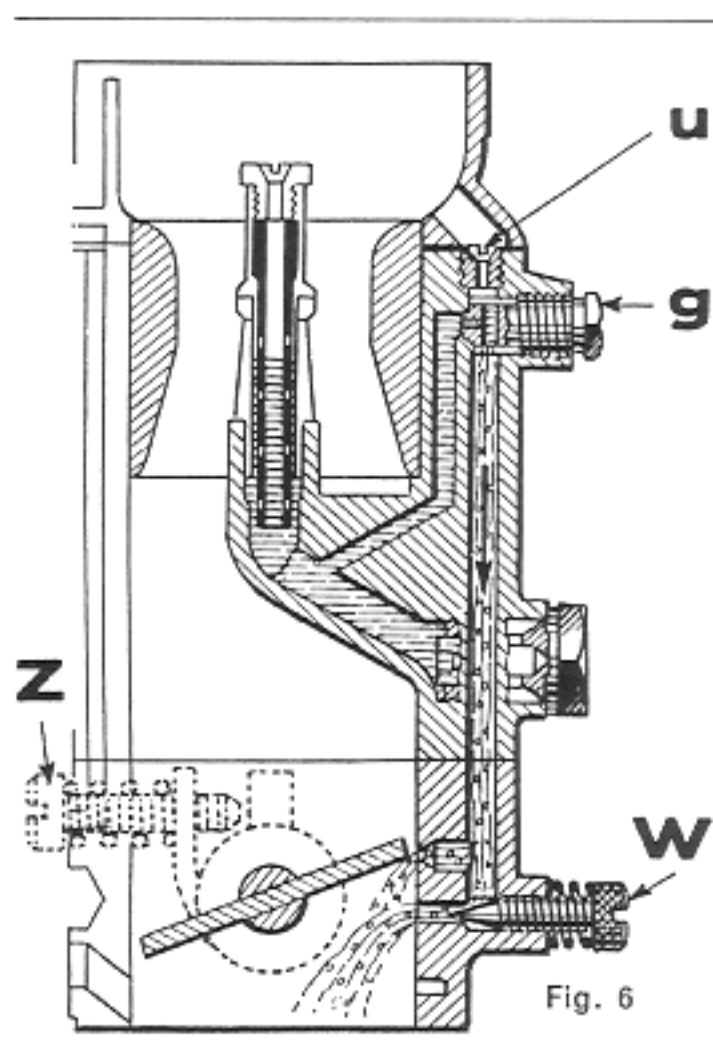

Fig. 6
- la vis butée de fermeture de papillon (Z) qui règle le régime du moteur,
- la vis de richesse de ralenti (W) qui agit sur le débit du mélange fourni par le gicleur de ralenti et le calibre d'air (fig. 6).
— Si le régime final ainsi obtenu est différent du régime préconisé par le Constructeur, rétablir ce régime en agissant sur la vis (Va) puis en intervenant sur la vis (W) comme indiqué ci-dessus (fig. 6 a).
Fig. 6 a
Fig. 6 b
en usine pour une richesse déterminée du mélange de ralenti et dont la position ne doit pas être modifiée ultérieurement (fig. 6 b).